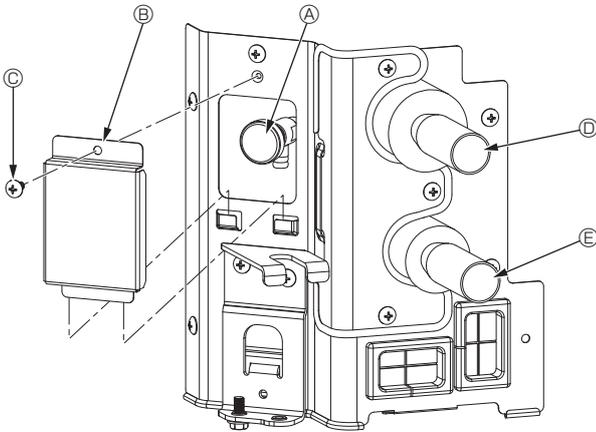

Fig. 7-1
7.2.2. Das Entlüftungsventil der Inneneinheit (Fig. 7-1)